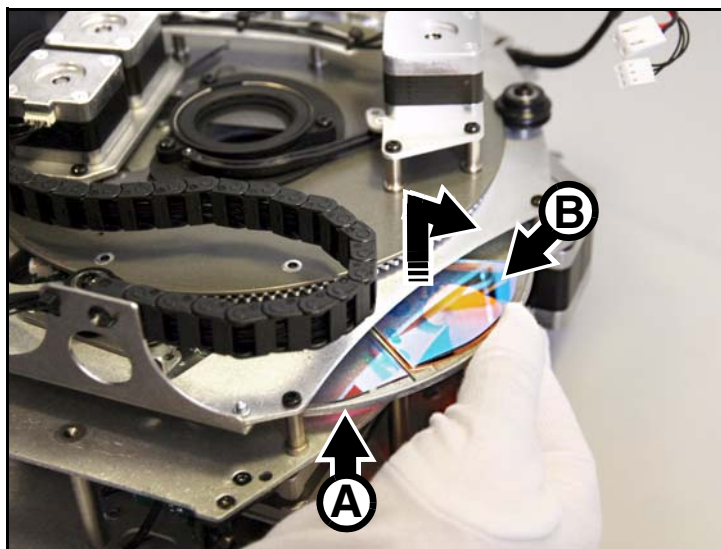

Figure 13: Démontage des filtres de couleur
4. Consultez la Figure 13. Tournez la roue de couleur **A** jusqu'à ce que le filtre à remplacer **B** soit accessible. Portez des gants de coton et maintenez le filtre par son bord extérieur entre le pouce et l'index. Poussez légèrement le bord du filtre vers le haut puis dégagez délicatement le filtre de son clip et retirez-le complètement. Stockez les filtres sur une surface propre et douce ou dans un casier à filtres.